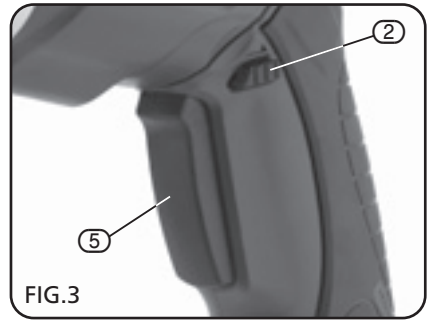

FIG.3
8.2 FORWARD AND REVERSE TRIGGER SWITCH – FIG. 3